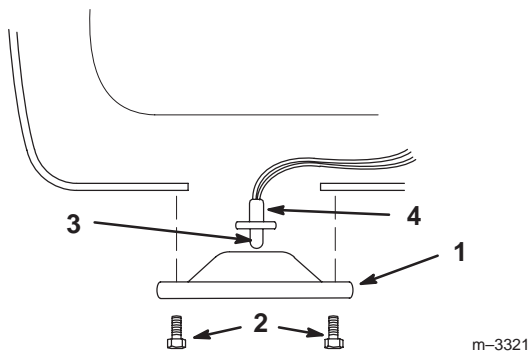

Figure 53
2. Enlevez les deux vis de fixation du verre (Fig. 53).
3. Tirez suffisamment sur le verre pour pouvoir enlever la douille de l'ampoule (Fig. 53).
4. Sortez l'ampoule de la douille (Fig. 53).
1. Enfoncez une ampoule neuve dans la douille (Fig. 53).
2. Placez la douille dans le verre et poussez le verre dans le tracteur (Fig. 53).
3. Fixez-le en place à l'aide des deux vis enlevées précédemment (Fig. 53).